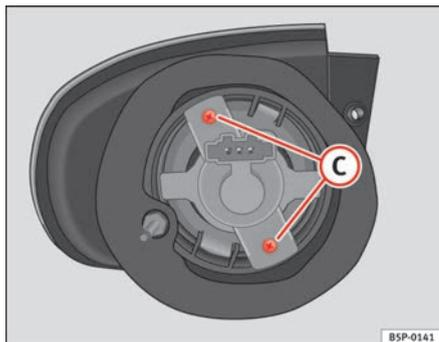

Fig. 192 Luz intermitente
- Desenroskar os parafusos ⇒ página 270, fig. 192 (C) dos porta-lâmpadas e retire-o.
- Retirar os parafusos ⇒ fig. 192 C dos porta-lâmpadas e puxá-lo.